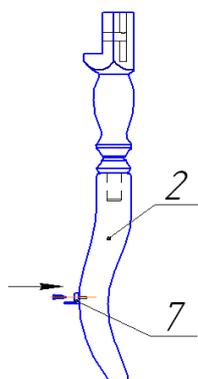

Рис.1
- 2.1 Привернуть опору полкодержателя (7) саморезом в нижнее отверстие ноги (2) – рис.1.